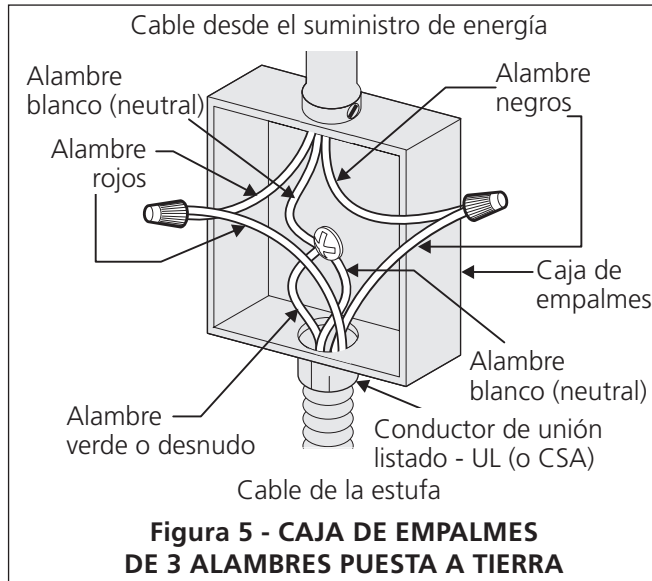

Figura 5 - CAJA DE EMPALMES DE 3 ALAMBRES PUESTA A TIERRA
Donde los códigos locales permitan conectar el conductor de puesta a tierra del electrodoméstico al neutral (blanco) (ver figura 5):
2. En el interruptor automático, caja de fusibles o caja de juntas: conectar el aparato y los cables residenciales como se muestra en la figura 5.
**⚠ ADVERTENCIA** Este electrodoméstico está fabricado con un suministro eléctrico neutro blanco y un alambre de cobre conectado al armazón. El armazón esta puesto a tierra por un enlace de la conexión a tierra con la conexión del neutro al final de la línea eléctrica, si es usado en los estados unidos una nueva instalación de circuito de bifurcación (1996 NEC), casa rodante, vehículos recreacionales, o donde los códigos locales no permitan poner a tierra mediante el neutro (blanco) o en Canadá, desconectar la conexión blanca de la verde y utilizar la conexión a tierra para poner a tierra la unidad de acuerdo a los códigos locales, conectar el neutro al circuito de bifurcación- conductor neutro de manera usual. Ver Figura 6. Si su electrodoméstico va a ser conectado a una caja de conexión puesta a tierra de 3 cables (en los estados unidos solamente), donde los códigos locales permitan conectar el conductor de poner a tierra-electrodoméstico con el neutro (blanco) ver Figura 5.